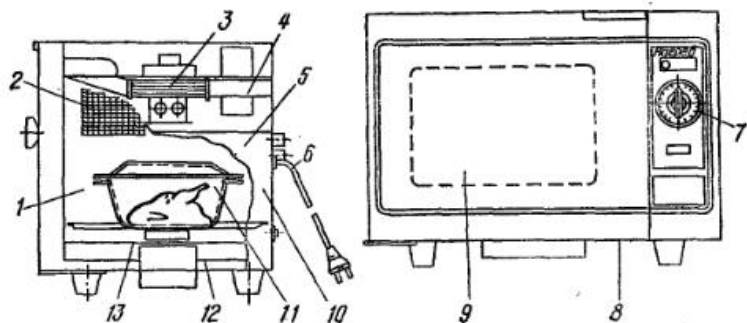

Рис. 9. Микроволновая бытовая печь «Страуме-2»:
**МИКРОВОЛНОВАЯ ПЕЧЬ «СТРАУМЕ-2».** Безопасная работа печи (рис. 9) обеспечивается наличием двойной блокировки отключения цепи высокого напряжения и дроссельной системы защиты от утечки не более 10 мкВт/см2 на расстоянии 0,5 м от контура печи.